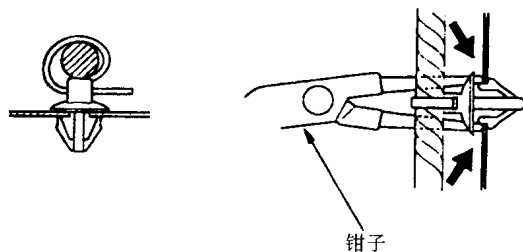

图 1-29 捏紧膨胀片
3) 如图 1-29 所示，将钳子滑到线夹底部，并以一定角度穿过孔，然后捏紧膨胀片，以松脱线夹。